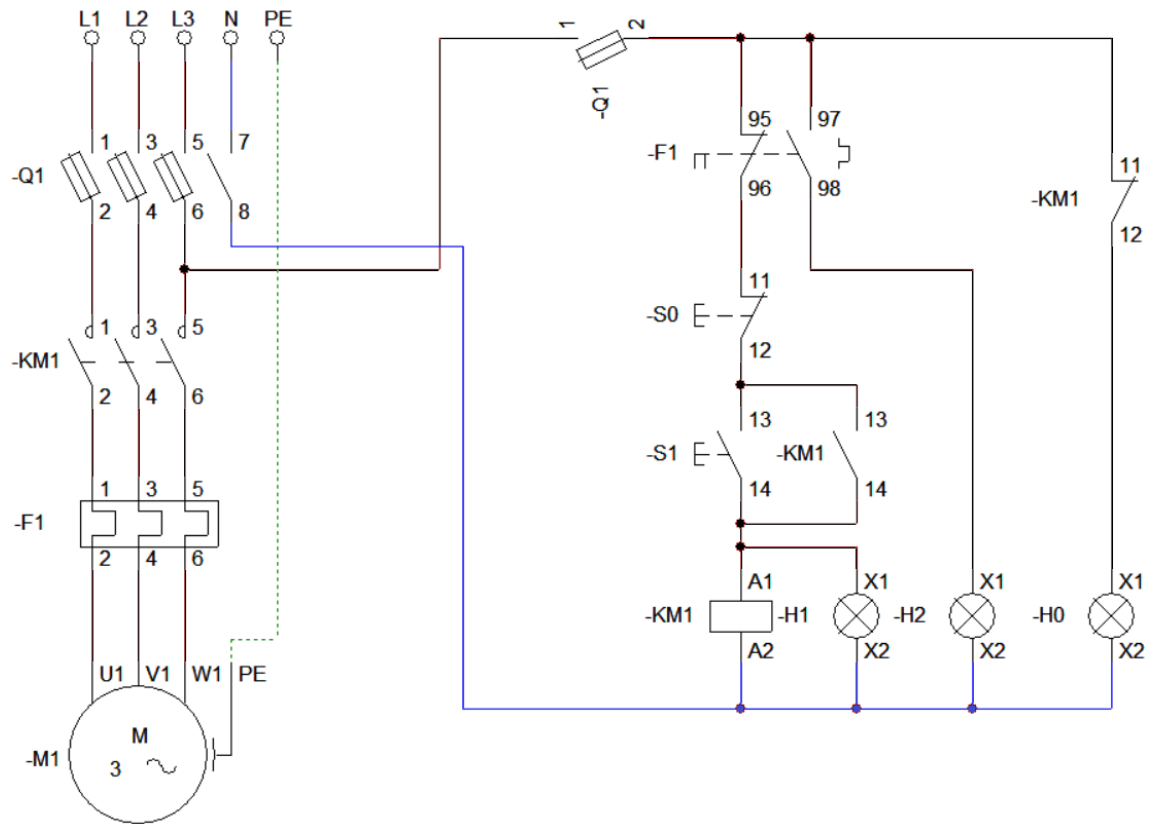

Fig. 3: Esquema com automatismos.
3. Realize a montagem prática do circuito de comando mostrado na Fig. 3 (não montar o circuito de potência):